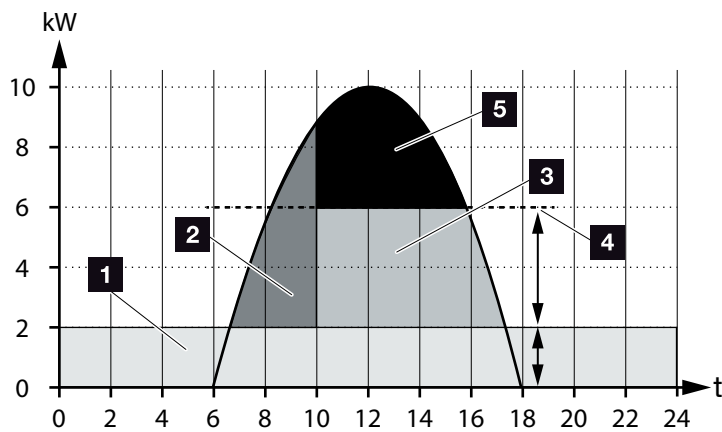

Fig. 56: Normativa sin control de la batería inteligente
En  **Fig. 56, pos. 4** puede verse que sin un control de la batería inteligente, la energía fotovoltaica generada permanece sin utilizar justo con una elevada irradiación solar debido p. ej. a la limitación a aprox. el 50 % por parte de la legislación KFW.